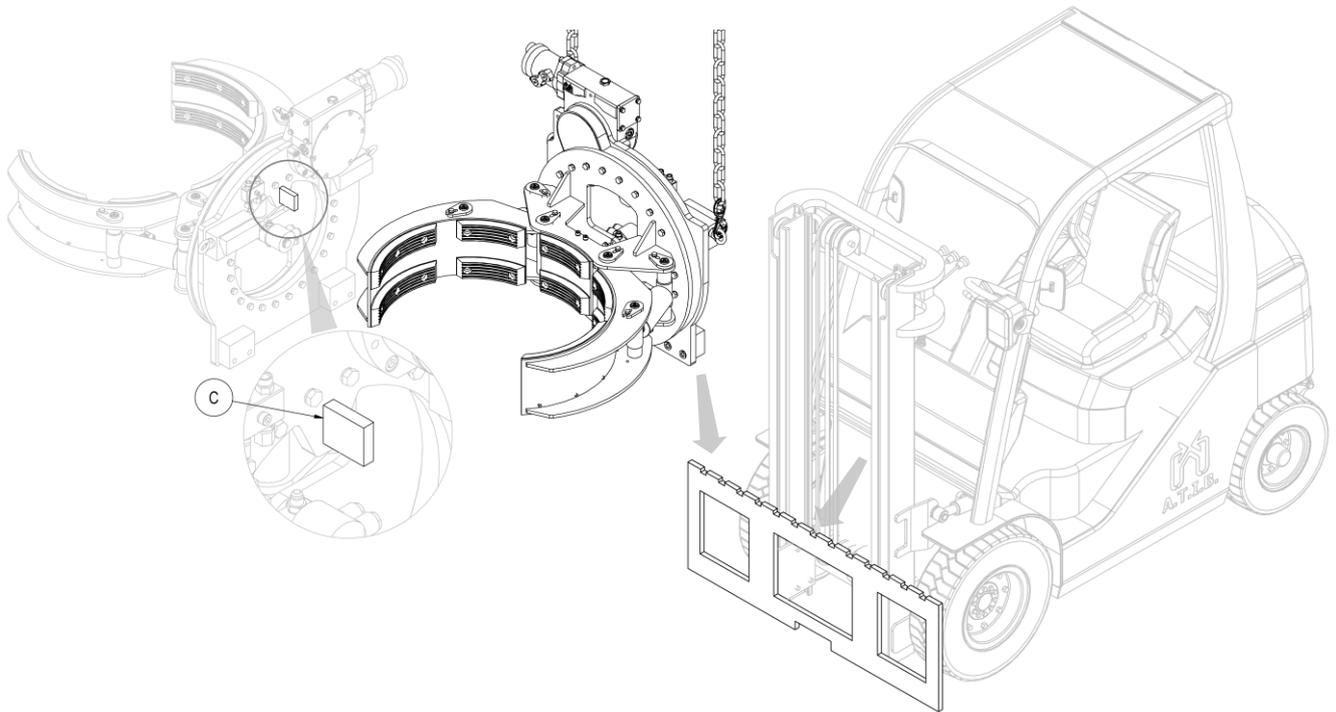

Figura 3
6. Con un carropono o un paranco di portata sufficiente posizionare l'attrezzatura sulla piastra porta forche, avendo cura di incastrare il dente di centraggio **C** nella tacca centrale della stessa (vedi *Figura 3*).